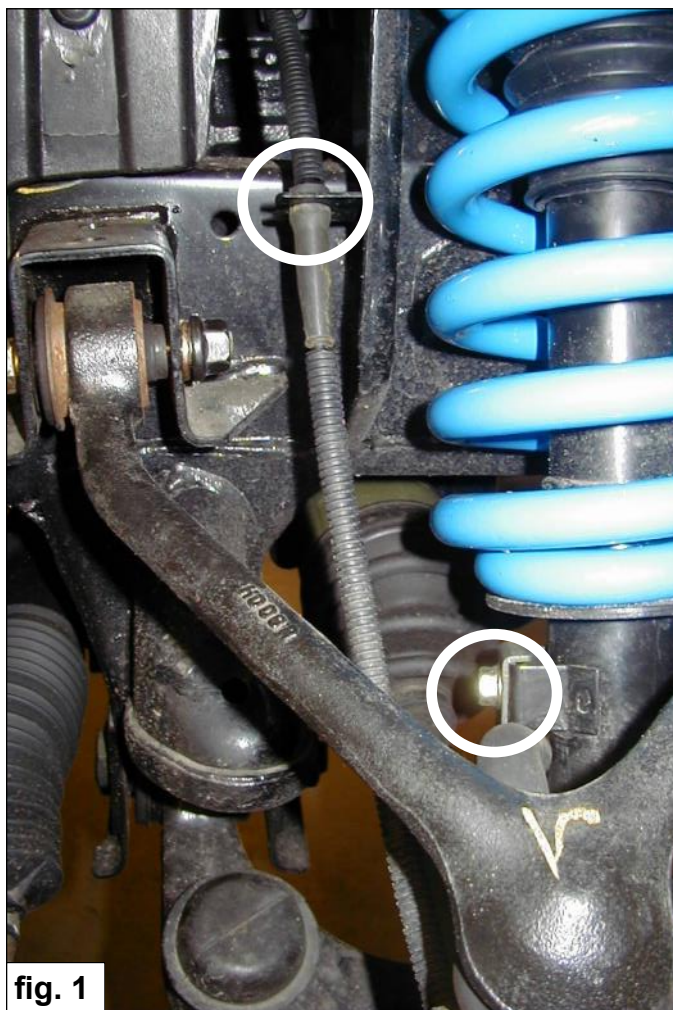

fig. 1
3. Demonteer de ABS kabel en het boutje van de remslang. Zie fig. 1.